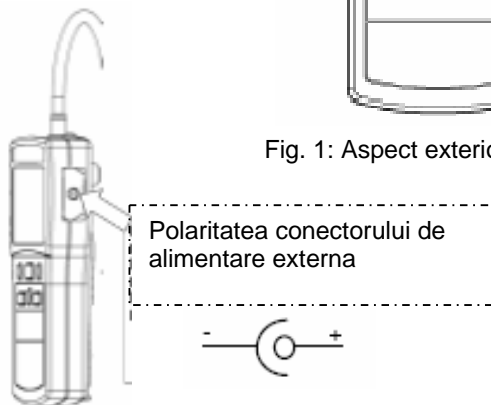

Fig. 3: Alimentare externa 12 V cc
- In varianta utilizarii alimentarii externe introduceti mai intai conectorul adaptorului in aparat (vezi fig. 3) apoi introduceti adaptorul in priza.